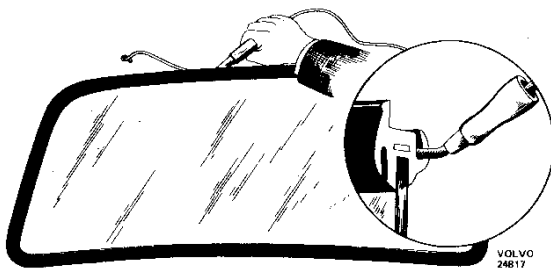

Abb. 45 Einziehen der Schnur in die Gummileiste
2. Eine Schnur (am besten Terylen) in die Nut für das Karosserieblech in der Gummileiste einziehen. Anfang in Scheibenmitte oben (Abb. 45).